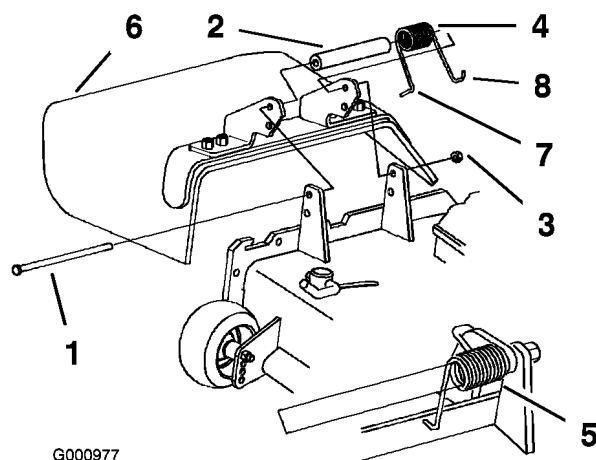

Figura 69
1. Retire la contratuerca, el perno, el muelle y el espaciador que sujetan el deflector a los soportes de pivote (Figura 69). Retire el deflector de hierba dañado o desgastado.
Nota: Asegúrese de colocar el extremo en L del muelle detrás del reborde de la plataforma antes de instalar el perno, según muestra Figura 69.
3. Instale el perno y la tuerca. Coloque el extremo en J del muelle alrededor del deflector de hierba (Figura 69).